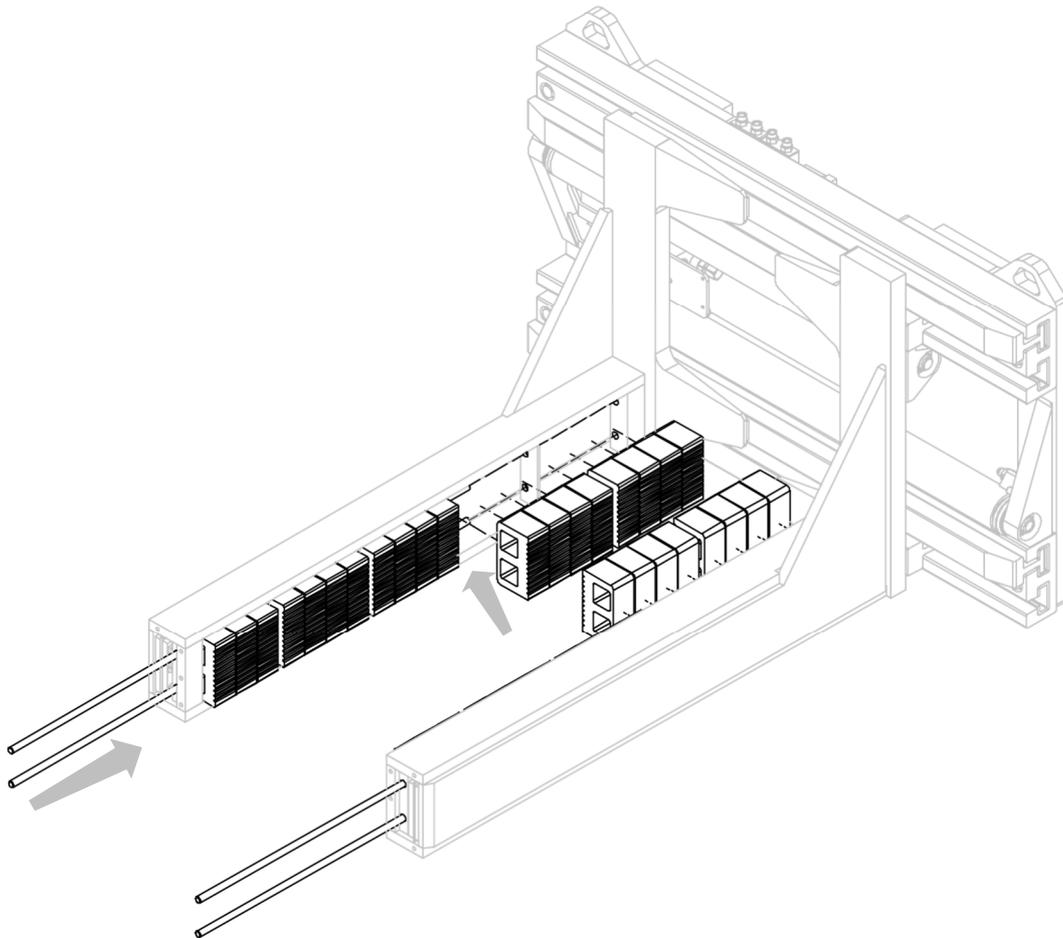

Figure 18
2. Placer les goupilles de fixation dans les sièges appropriés en faisant attention à insérer les chevilles en polyuréthane (voir *Figure 18*).